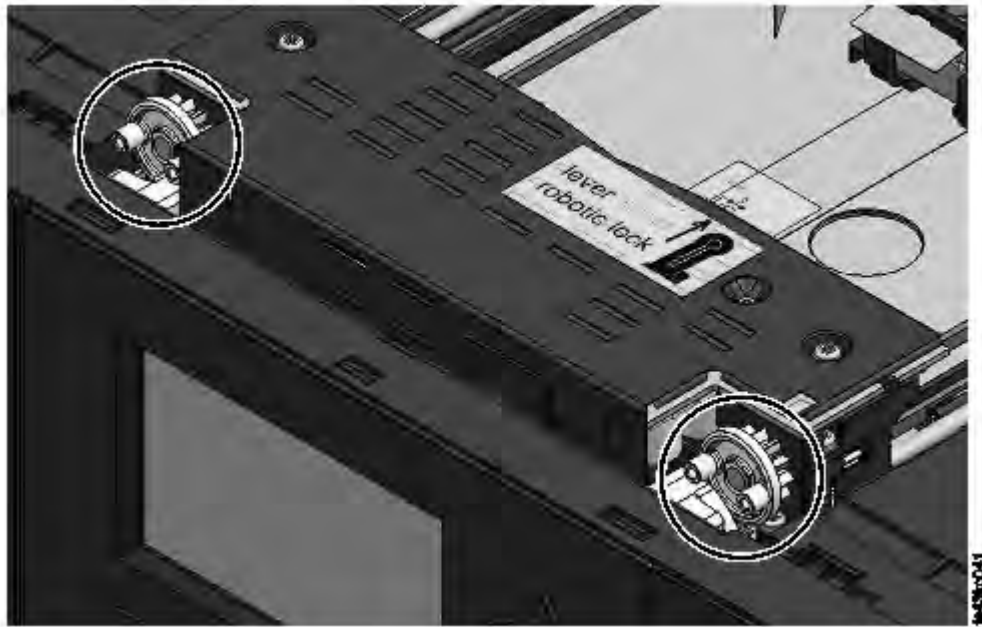

Figura 85. I perni sono allineati orizzontalmente
1. Ogni angolo dell'accessor ha un ingranaggio con due perni sporgenti. Ruotare uno degli ingranaggi sull'accessor in modo che i due perni siano allineati orizzontalmente. Vedere Figura 85 a pagina 180